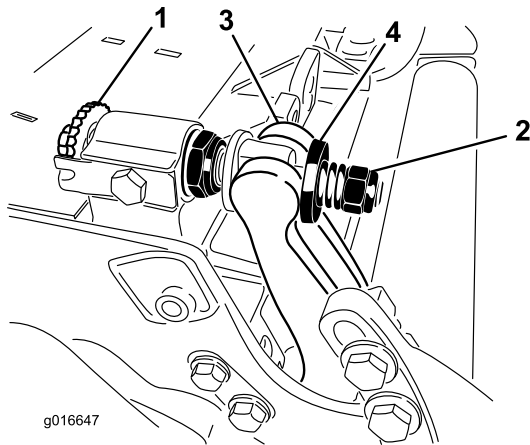

Bild 29
1. Drehen Sie die Einstellschrauben des Untermesserträgers nach links, damit sich der Abstand zwischen Untermesser und Spindel vergrößert (Bild 29).
2. Drehen Sie die Federspannungsmutter so weit hinaus, bis die Scheibe nicht mehr gegen den Untermesserträger angespannt ist (Bild 29).